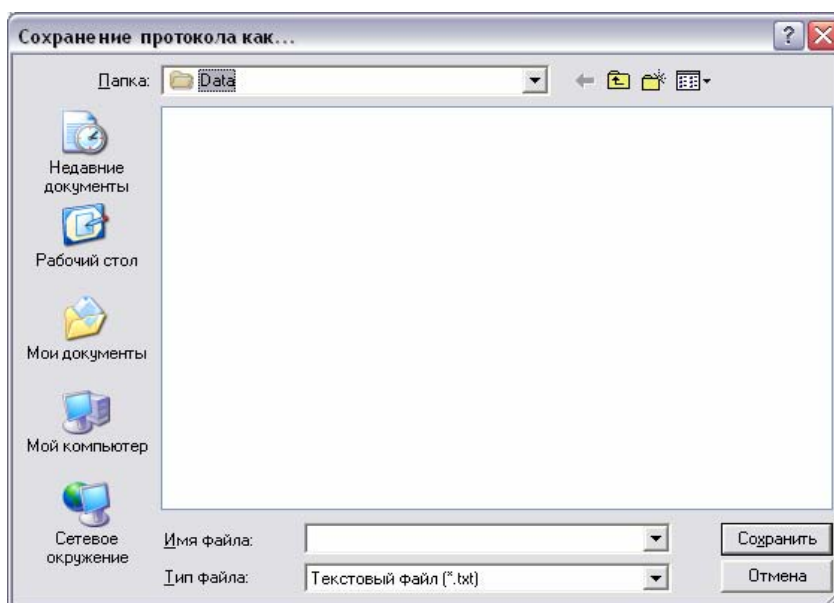

Рисунок 1.21
2. В открывшемся окне «Сохранение протокола как...» (рис.1.21) выберите тип файла в одноименном поле и папку, в которую Вы хотите сохранить протокол и нажмите кнопку <Сохранить>.